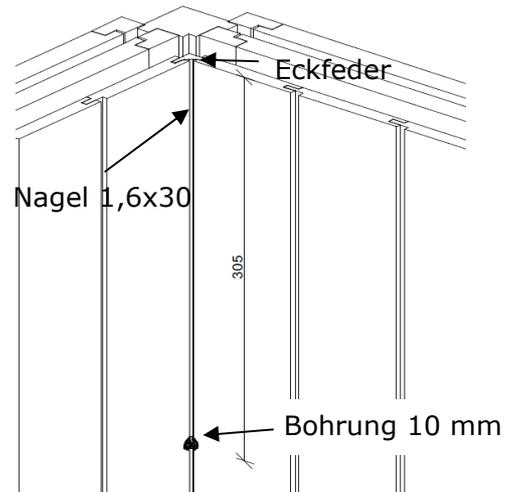

Abbildung 7
2. Die Eckfeder oben bündig mit der Innenverkleidung ausrichten und ca. 20mm von oben mit Nagel (1,6 x 30 mm) befestigen (Abbildung 7).
5. Bohrungen für die Kabeldurchführung der Leuchte setzen (Abbildung 7).